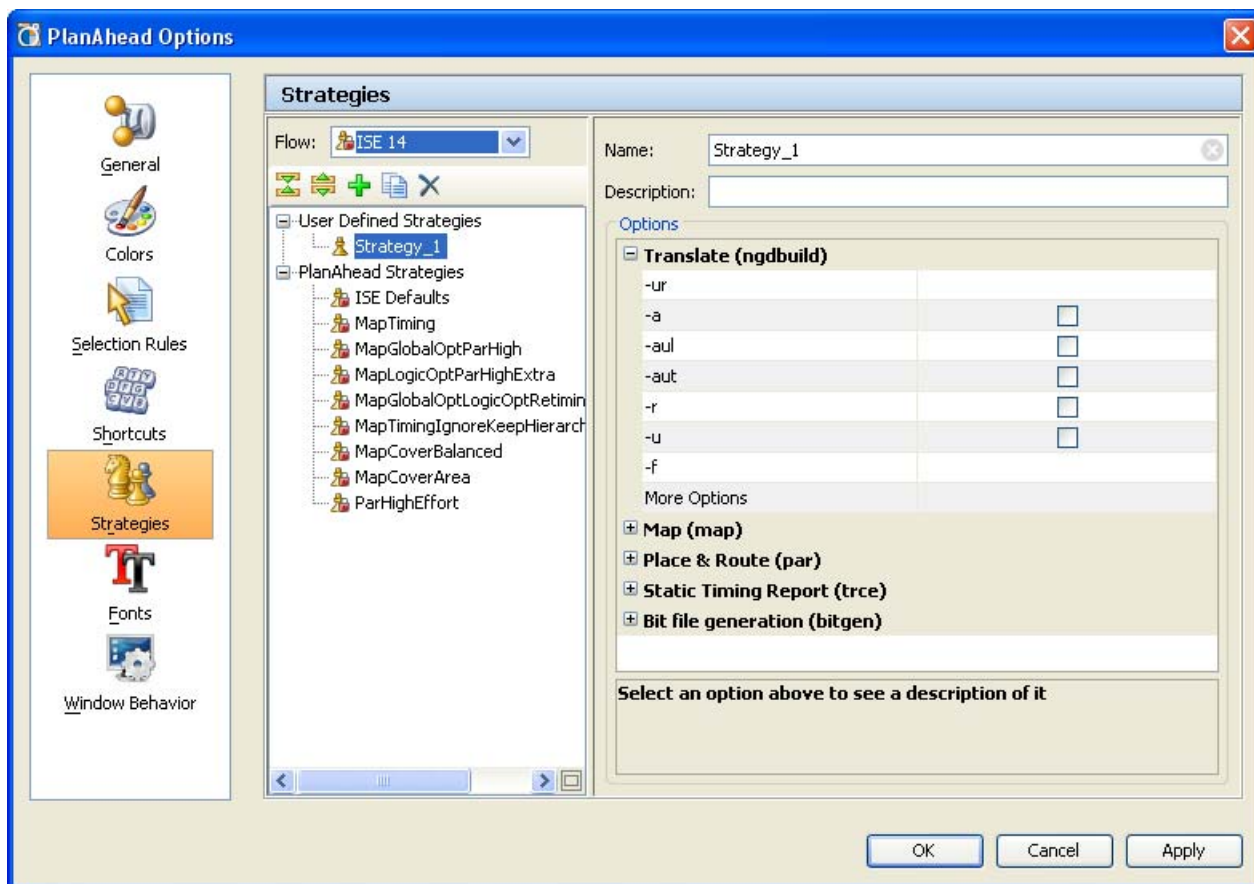

図 4-68 : [Strategies] ページ
2. 左側のペインで [Strategies] をクリックします。195 ページの図 4-68 に示す [PlanAhead Options] ダイアログ ボックスの [Strategies] ページに、各 ISE と XST のバージョン用にあらかじめ定義されたストラテジがリストされます。
7. 右側のコマンド オプション エリアをクリックし、ドロップダウン メニューから値を選択するか、値を入力します。195 ページの図 4-68 に示すように、使用可能なコマンド オプションの値がドロップダウン メニューに表示されます。PlanAhead であらかじめ設定されているストラテジのデフォルト設定は変更できません。